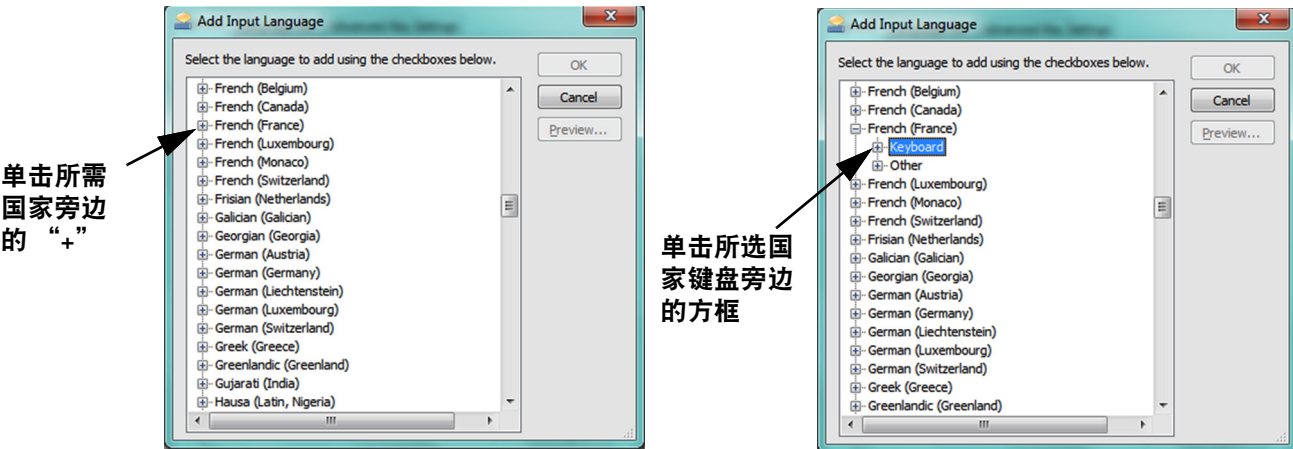
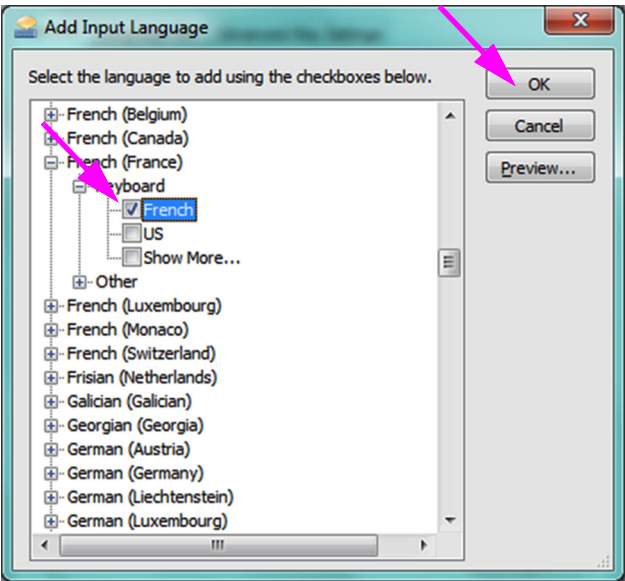

图 C-9. 选中法语的 Add Input Language （添加输入语言）屏幕（示例）
图 C-10. 包含所有条目的 Add Input Languages （添加输入语言）窗口
4. 在 Add Input Language （添加输入语言）窗口中，使用下拉菜单选择所要的语言（国家）组合，单击 Language（Country）（语言（国家））旁边的“+”，然后单击键盘旁边的“+”（请参见图 C-9）。
5. 选择与图 C-9 中所选语言相对应的新键盘后，所选键盘下方会出现一个下拉菜单（请参见图 C-10）。